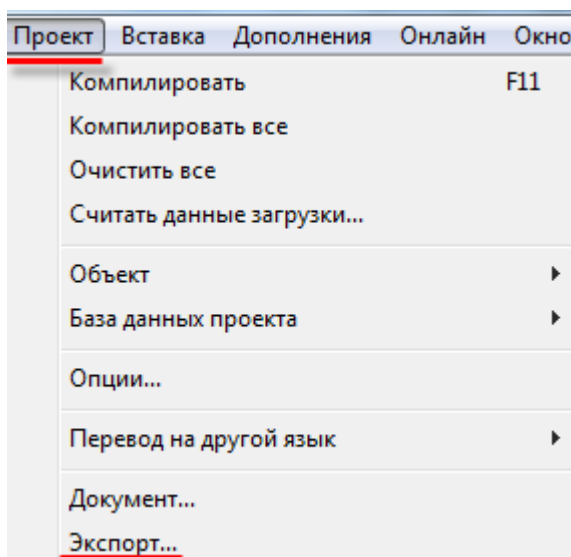

Рисунок 5.7.4 – Экспорт конфигурации из ПЛК
11. На вкладке **Параметры/Настройки параметров Modbus** нажмите кнопку **Импортировать**, выберите пункт **Загрузить из Codesys 2.3** и укажите путь к файлу формата **.exp**, который был создан в пп. 4 (см. рисунок 5.7.4.). В результате в OwenCloud будут автоматически добавлены параметры из конфигурации ПЛК: